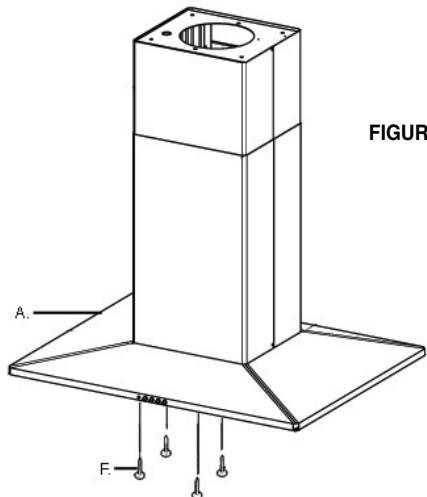

FIGURE 14
4. Ensuite, fixer par le bas, au moyen de quatre vis fournies (**F** de la **FIGURE 14**) la **HOTTE (A de la FIGURE 14)** au treillis prévu.